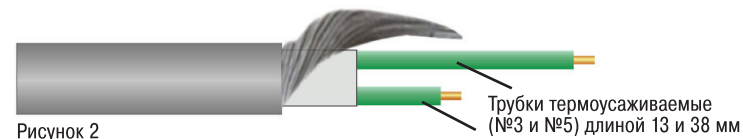

Рисунок 2
- Надеть термоусаживаемые трубки №3 и №5 на токопроводящие жилы обоих концов кабеля и усадить с помощью промышленного фена ($T = +140^\circ \text{C}$) (рис. 2).